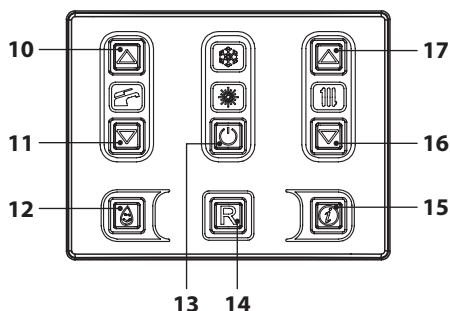

Figura 2.5
- Tenere premuto per 2 secondi il tasto 13 fino a far apparire sul display il simbolo  (Figura 2.5).
La temperatura dell'acqua calda di mandata riscaldamento è regolabile agendo sui tasti 16 (diminuzione) e 17 (aumento) (Figura 2.5)
Comunque se la temperatura ambiente non dovesse essere confortevole si può aumentare o diminuire la temperatura di mandata dell'impianto riscaldamento di $\pm 15^\circ\text{C}$ agendo sui tasti 16 (diminuzione) e 17 (aumento) (Figura 2.5).
La temperatura dell'acqua calda sanitaria è regolabile agendo sui tasti 10 (aumento) e 11 (diminuzione) (Figura 2.5) da un minimo di circa 35°C ad un massimo di circa 60°C . Alla prima pressione di uno dei due tasti si ha la visualizzazione del valore di "set", alla seconda pressione si accede alla modifica.